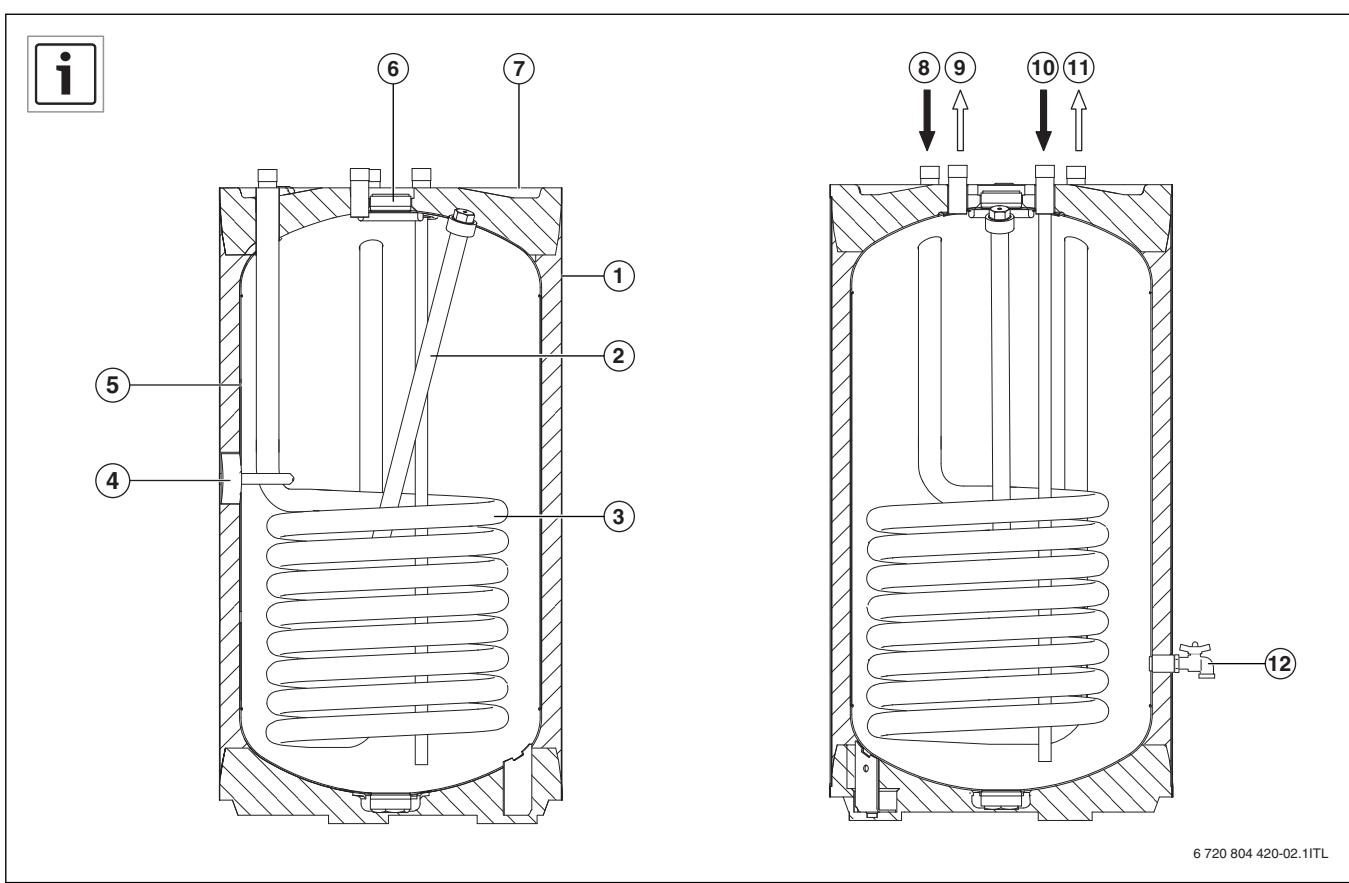

Fig. 3
- Otworzyć zawór spustowy (→ rys. 3 [12], str. 67).